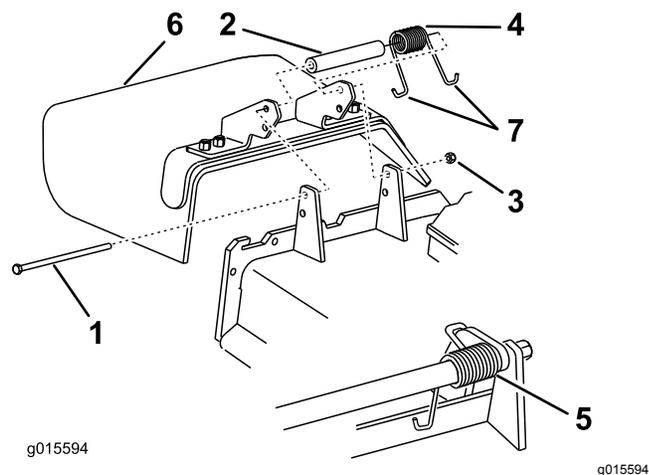

Figure 88
**Remarque:** Prenez soin de placer une extrémité en J du ressort derrière le bord du plateau avant de mettre le boulon en place, comme montré à la Figure 88.
- Accrochez 1 extrémité en J du ressort au déflecteur d'herbe (Figure 88).
- Retirez le contre-écrou, le boulon, le ressort et l'entretoise qui fixent le déflecteur aux supports de pivot (Figure 88).